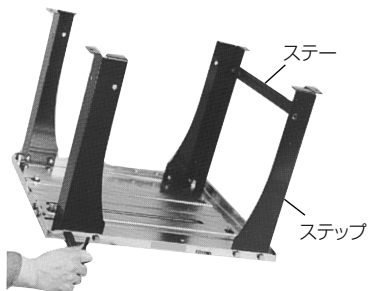

図 2
- (1) ステップを 8 本のボルトでテーブルに取付けます。(図 2)
- (2) ステア(図 2 右側)をステップに取付けます。